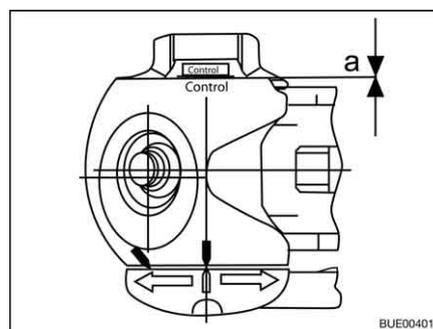

Bild 189 Verschleißkontrolle
- Abstand  $a = 0$  (Bild 189): Reibbeläge kontrollieren und ggf. austauschen.